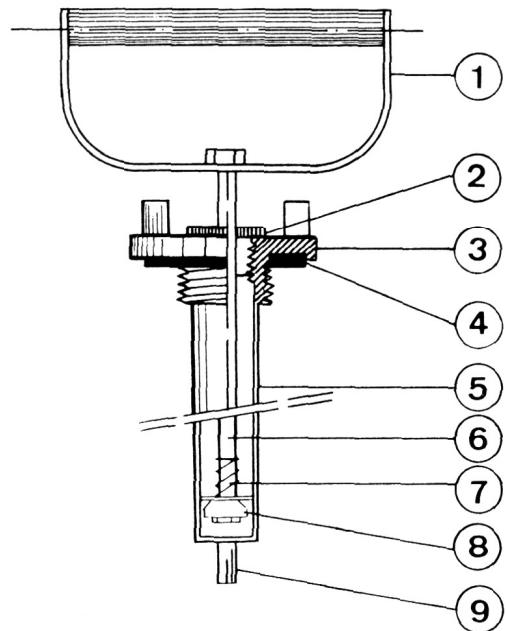

Fig 6
19. **Die Pumpe** (Fig 6) ist in der Mitte des Brennstoffbehälters im Filterrohr eingebaut.
- La pompa** (Fig 6) si trova au centre du réservoir à carburant, incorporée au tube de filtre.